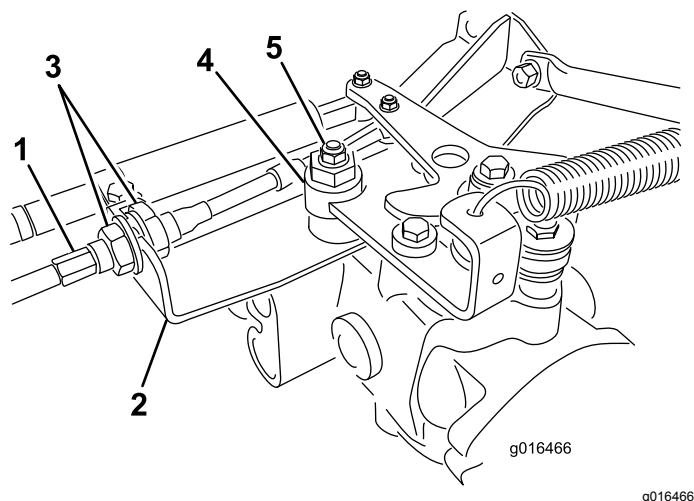

Figure 40
- A. Desserrez les deux écrous de blocage qui fixent le câble de commande de transmission à la traversée sur l'hydrostat (Figure 40). Desserrez les écrous de blocage uniformément et suffisamment pour permettre le réglage.
Remarque: Desserrez l'écrou de fixation de l'excentrique en haut de l'hydrostat (Figure 40).
- E. Lorsque la roue arrête de tourner, serrez l'écrou pour bloquer l'excentrique et le réglage (Figure 40).
- G. De chaque côté de la traversée, serrez les contre-écrous uniformément pour fixer le câble de transmission à la traversée (Figure 40). Ne tordez pas le câble.